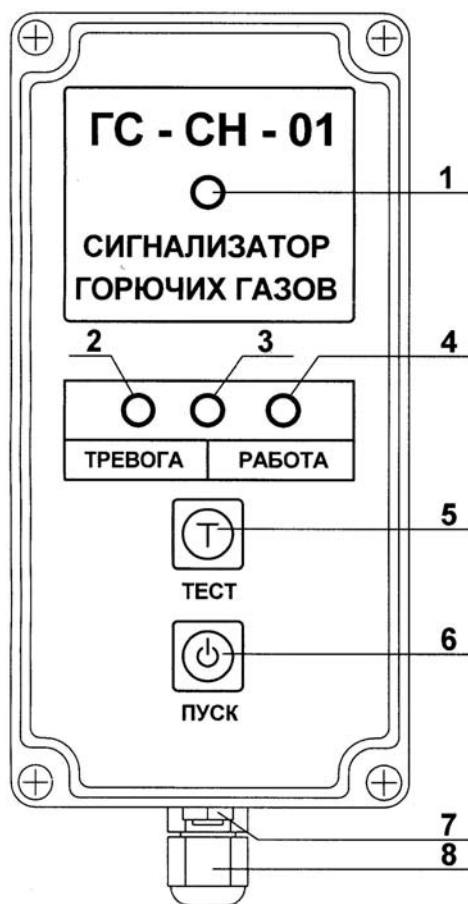
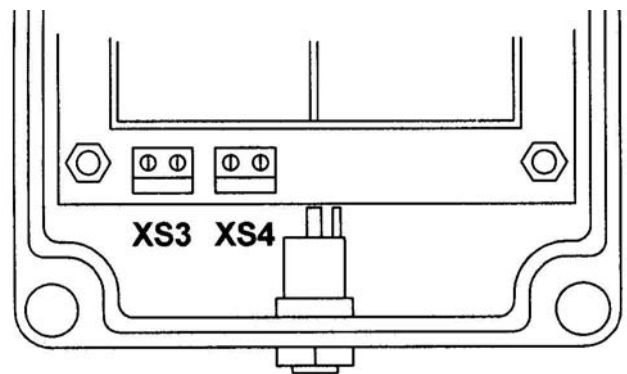

Рис.1
Рис.3
Отверните четыре винта передней панели сигнализатора (Рис.1). Откройте заднюю крышку. Аккуратно вставьте четыре элемента питания типа С (или R14) в отсек, соблюдая полярность. Установите переднюю панель на место и заверните винты.
Сигнализатор имеет возможность работы от внешнего источника питания постоянного тока 12В 250мА, выход которого подключается к разъему 7 (Рис.1). При этом элементы питания можно не устанавливать. Однако, совместное использование внешнего источника и элементов питания, позволяет обеспечить надежную работу сигнализатора при внезапном отключении сети 220 вольт.
Включение сигнализатора осуществляется двойным нажатием кнопки «ПУСК» (рис.1). Промежуток между нажатиями не должен превышать 300 миллисекунд. При включении сигнализатор издает звуковой сигнал восходящей тональности. Если сигнал отсутствует, необходимо проверить правильность установки элементов питания. При разряде элементов питания сигнализатор извещает об этом коротким звуком низкой тональности каждые 15 секунд, указывающим на необходимость их замены. При глубоком разряде элементов питания начинает часто мигать красный светодиод, и сигнализатор прекращает работу.
- Вставить подготовленные провода через отверстие кабельного ввода 7 (Рис.1) в клеммы XS3 (переменный ток 220 В) или XS4 (постоянный ток) (см. Рис.3) и зажать концы проводов фиксирующими винтами.